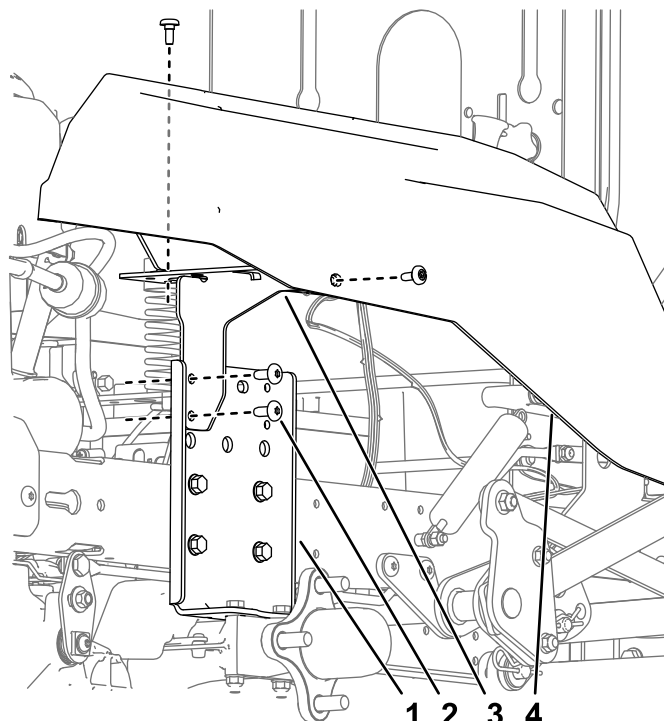

Bild 3
12. Nehmen Sie Verkleidungshalterungen von der Maschine ab (**Bild 3**).